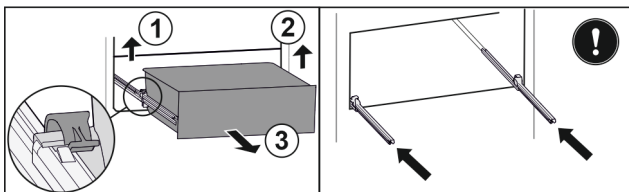

Fig. 80
- ▶ Linker klem optillen en gelijktijdig lade links naar voren trekken. Fig. 80 (1)
- ▶ Rechter klem optillen en gelijktijdig lade rechts naar voren trekken. Fig. 80 (2)
- ▶ Lade naar voren toe verwijderen. Fig. 80 (3)